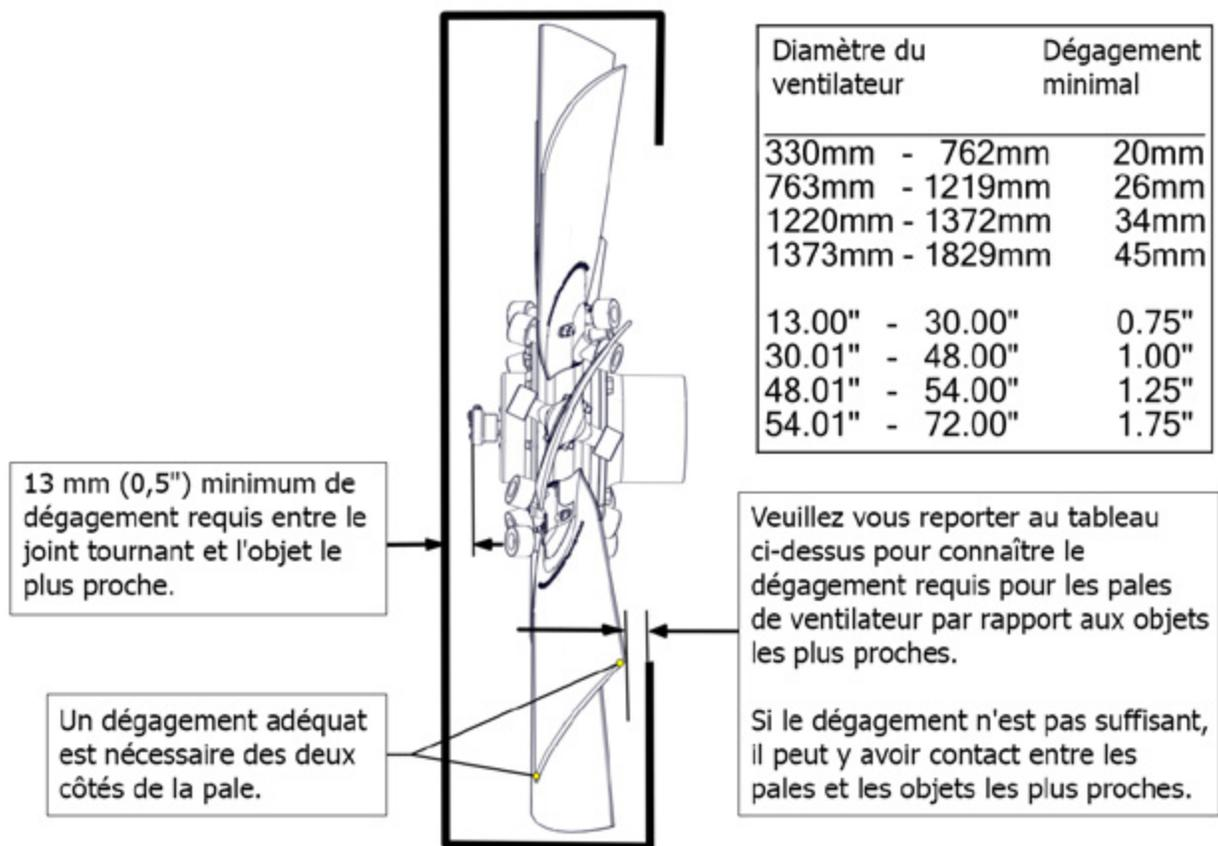

Figure 10
5. Veillez à avoir le bon dégagement au niveau des bords des pales. Voir la figure 10 à la page suivante ou une liste des dégagements minimum en fonction du diamètre du ventilateur.
**AVERTISSEMENT : Veillez à disposer d'un jeu minimum entre le joint tournant et l'obstacle le plus proche, conformément à la Figure 10 page 4-5.**
Le ventilateur tourne-t-il aux positions par défaut et inversée sans obstruction ? Voir la <a href="#">Figure 10, page 4-5.</a>
Le ventilateur tourne-t-il aux pas par défaut et à plein régime inverse sans obstruction ? Voir la <a href="#">Figure 10, page 4-5.</a>